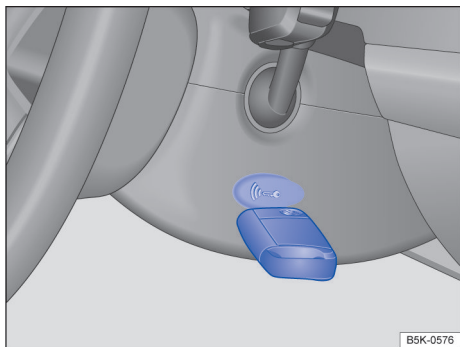

Fig. 110 No lado direito da coluna de direção: função de partida de emergência em veículos com o sistema de partida sem chave Keyless Access.
- Imediatamente após pressionar o botão de partida, mantenha a chave junto ao revestimento direito da coluna de direção → Fig. 110.